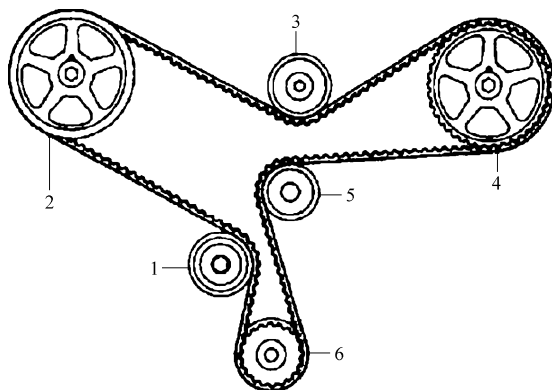

图 24-13 正时带拆卸顺序
15) 按照图 24-13 所示的顺序, 将正时带从各个带轮上拆下。